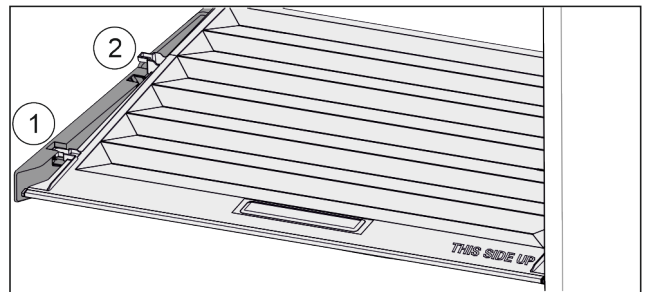

Fig. 107
- Deckel bis zur Öffnung in den Halteteilen nach vorne ziehen Fig. 107 (1).
- Hinten von unten anheben und nach oben wegnehmen Fig. 107 (2).